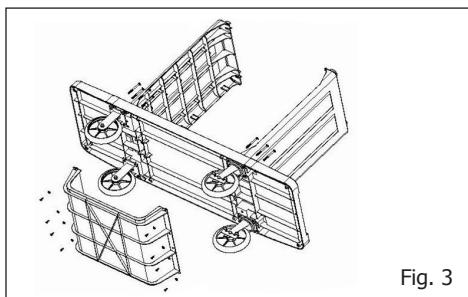

Fig. 3
- Visser le plateau inférieur dans le panneau du fond avec les pièces E et L (Fig. 3).